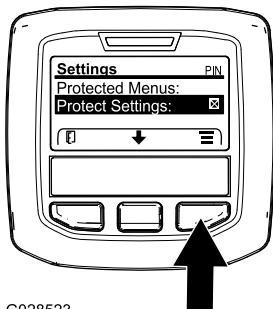

Bild 41
1. Greifen Sie auf die geschützten Menüs zu und entsperren Sie das Untermenü „geschützte Einstellungen“ (Bild 41), siehe Zugreifen auf die geschützten Menüs \(Seite 23\).